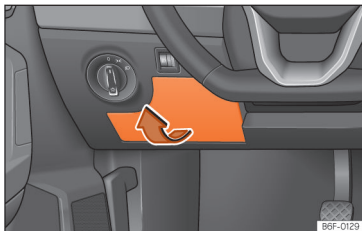

Abb. 166 Auf der Fahrerseite in der Instrumententafel: Abdeckung des Sicherungskastens.
- **Öffnen:** Die Abdeckung des Sicherungskastens in Pfeilrichtung abnehmen >>> (Abb. 166).